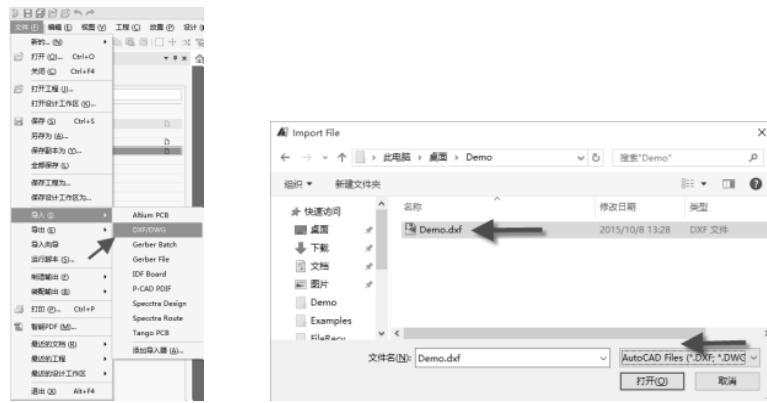

图 8-24 DXF 文件的导入
(1) 创建一个新的 PCB 文件，并打开新建的 PCB，执行菜单命令“文件-导入-DXF/DWG”，选择需要导入的 DXF 文件，如图 8-24 所示。